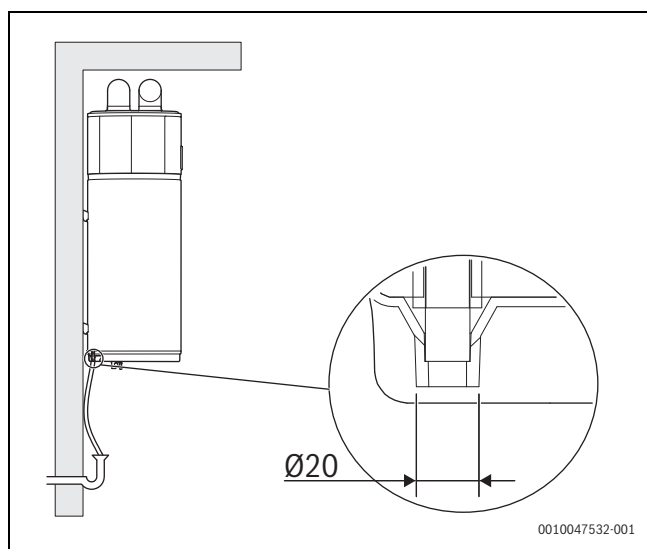

Fig. 21 Collegamento dello scarico della condensa
- ▶ Collegare un tubo flessibile Ø 20 mm (Fig. 21).